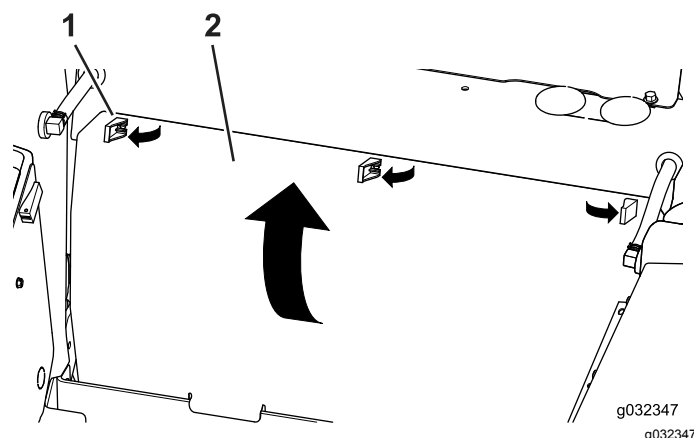

Figura 3
2. Abra os 3 trincos e retire o painel traseiro (Figura 3).